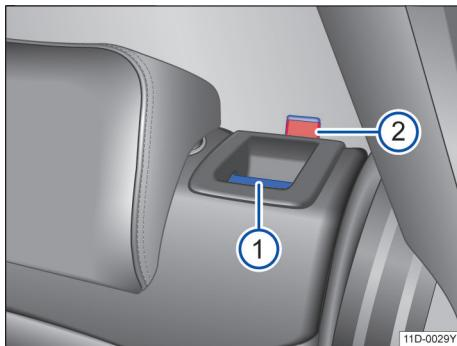

图 58 后排座椅靠背：分离按钮 ①；红色标记 ②
- 向前拉分离按钮 → 图 58 ①，同时前折靠背。
- 松开后排座椅靠背后应能看见按钮上的红色标记 → 图 58 ②。
- 靠背锁定后应看不见分离按钮上的红色标记 → 图 58 ②。